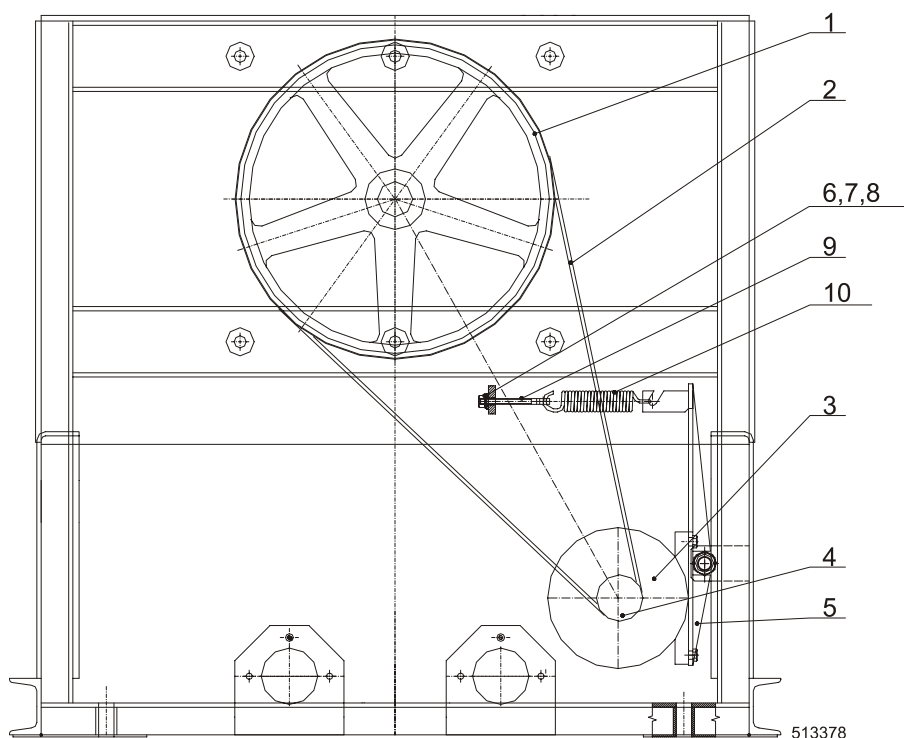

Рис. 5.8.E Клиновый ремень относится к 35 кг / 80 фт
- Ослабить гайку, рис. 5.8.Е, поз. 8 на натяжном болте с ушком (9), который закрепляет положение доски двигателя (5).
- Приподнимите доску двигателя вместе с двигателем (5) с помощью монтажного рычага (3). Этим понизите натяжение ремней (2), которые потом можно легко снять.
- Монтаж проводится в обратной последовательности. Ременный шкив двигателя (4) и барабана (1) должны быть на одном уровне.
- С помощью затягивания гайки (8) на натяжном болте (9) натяните ремни (2).